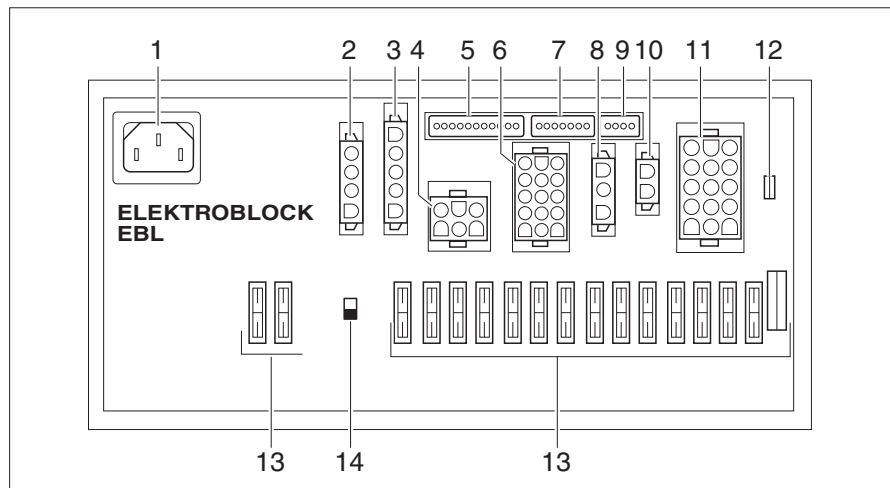

Fig. 222 Bloc électrique (EBL 102)
Selon le modèle, le bloc électrique (Fig. 222) présente dans la console du siège est monté sous le siège conducteur ou dans la zone du garage ou de la dinette bar (Globeline).
- ▷ L'interrupteur-séparateur de batterie (Fig. 222,14) coupe du réseau 12 V tous les consommateurs raccordés au bloc électrique.